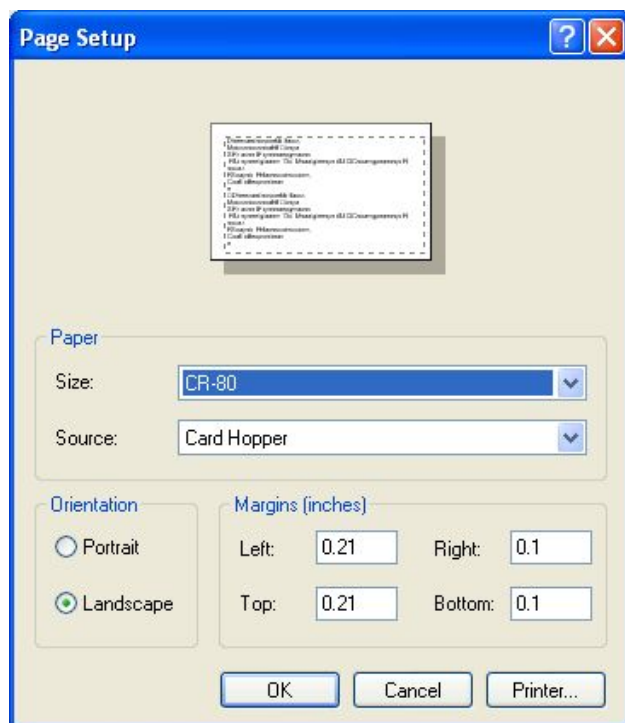

Ilustración A-1. Cuadro de diálogo Page Setup (Configurar página)
6. En la pantalla de diseño de la tarjeta, haga clic en el botón **Print Setup** (Configurar impresión). Se abrirá el cuadro de diálogo **Page Setup** (Configurar página) (Ilustración A-1). Haga clic en el botón **Printer** (Impresora) para abrir un cuadro de diálogo donde puede seleccionar la impresora de una lista de impresoras disponibles.